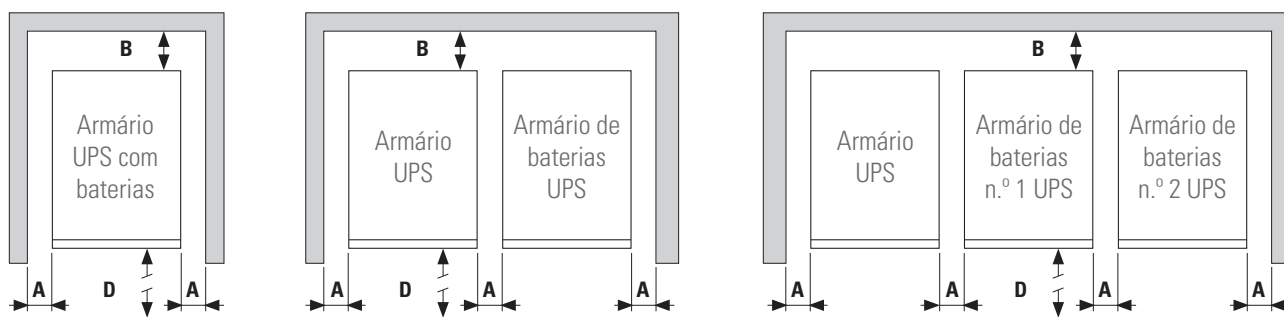

Fig. 14. Distâncias mínimas periféricas para a ventilação do UPS.
- A Fig. 14 mostra, a título de exemplo, casos típicos em função do modelo. Um formado por uma caixa (UPS com as baterias no interior) e outro do UPS com as baterias em caixa independente ou autonomia alargada.